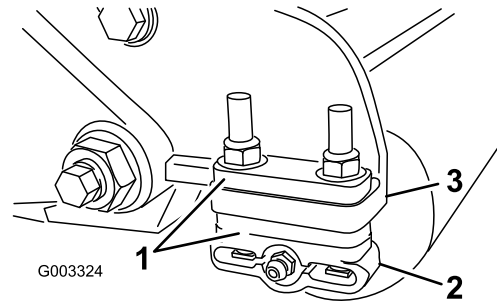

図 19
1. 希望の刈高範囲に必要な数のスペーサを刈高チャートで確認し、スペーサをサイドプレートの取り付けフランジ 図 19 の下に入れて、後ローラのブラケットの位置を正しくセットする 図 19。